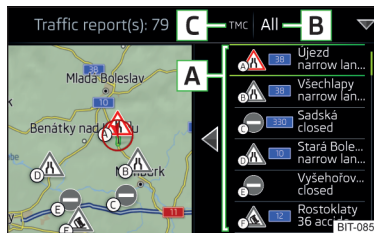

Fig. 182
În lista mesajelor despre trafic, precum și pe hartă se afișează maxim 6 mesaje, care sunt prevăzute cu o literă și cu simbolul unui blocaj în trafic (de exemplu **Δ**, **Δ**, **⊖**) **A** » fig. 182.
În poziția **C** » fig. 182 pot fi inserate următoarele simboluri.
▶ **Are loc o ghidare în traseu** - după atingerea suprafeței de comandă funcții **B** » fig. 182, în meniul afișat se pot alege, prin atingerea suprafeței de comandă funcții **Toate zonele**, toate mesajele din trafic, **sau** prin atingerea suprafeței de comandă funcții **Traseu**, numai mesajele din trafic disponibile pentru respectiva rută.